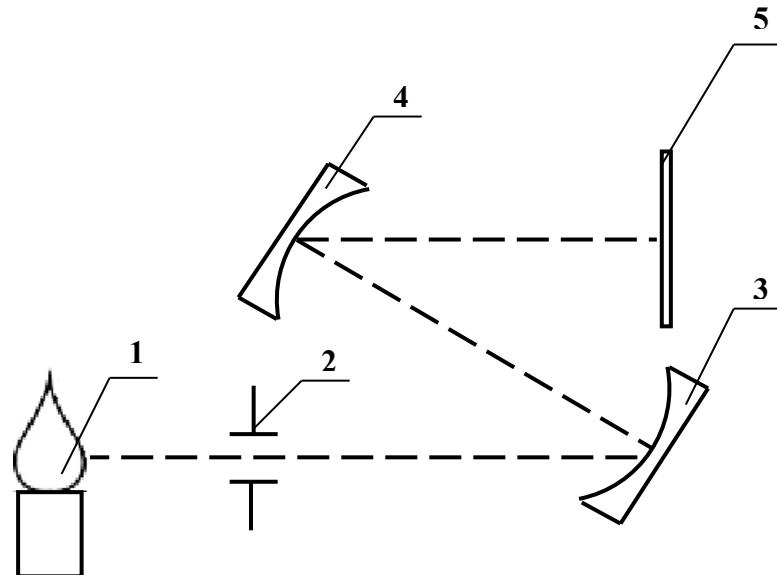

Рис. 2. Схема оптическая.
5.1 Схема оптическая показана на рис. 2. Эмиссионное излучение пламени газовой горелки 1 через оптическую щель 2 собирается вогнутой дифракционной решеткой 3. Радиус кривизны дифракционной решетки  $R=250$  мм, число штрихов -  $N=600$  1/мм. Разложенное в спектр эмиссионное излучение проецируется вогнутым зеркалом 4 на фотодиодную линейку 5 с 512 элементами.